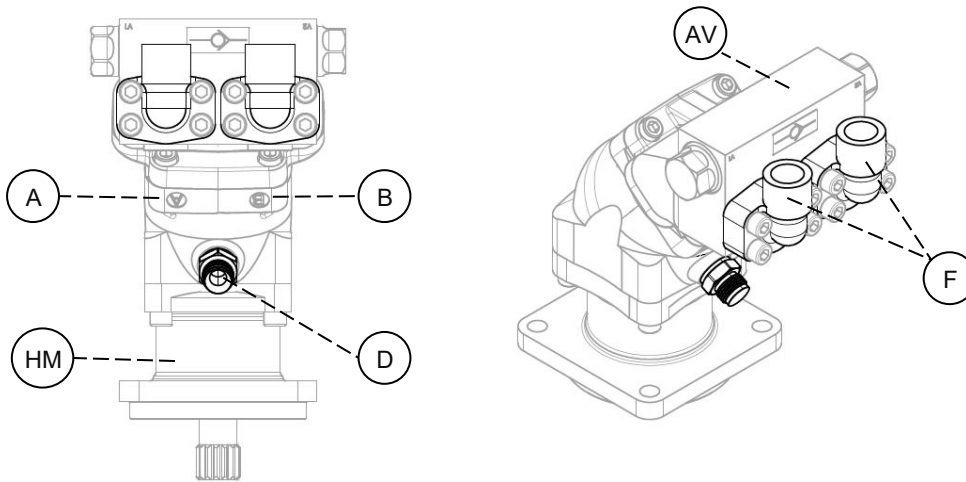

Bild.27
Hydraulmotor (HM) har monteringsfläns enl. **SAE C**. Hydraulmotor har två portar märkta (A) och (B). På motor sitter monterad en anti-kavitationsventil (AV) och 2st. G3/4" fläns (F) enligt SAE J518-3/4 6000 psi och en UNF 7/8-14 till G1/2 dränerings adapter (D) – se Bild.27.